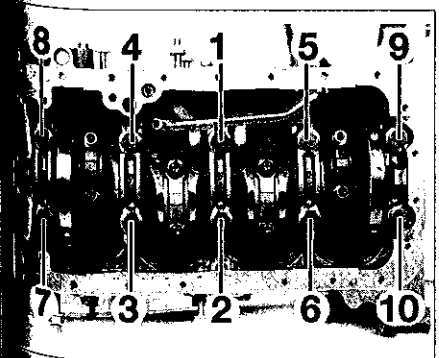

FIG.63
Déposer les outils. Monter les chapeaux de tourillons repérés de (1) à (5) lubrifiés et serrer les 5 paliers au couple dans l'ordre indiqué (Fig.63).